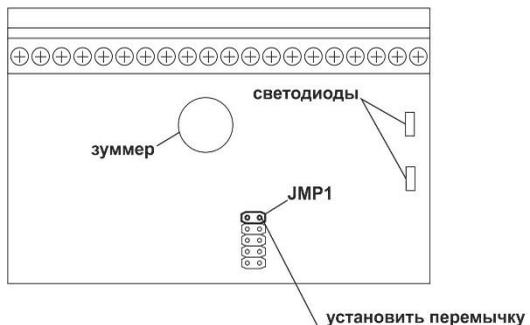

Рисунок 3 Контроллер СКУД
- установить джампер/перемычку (контроллер СКУД) в положение JMP1, см. рис.3;